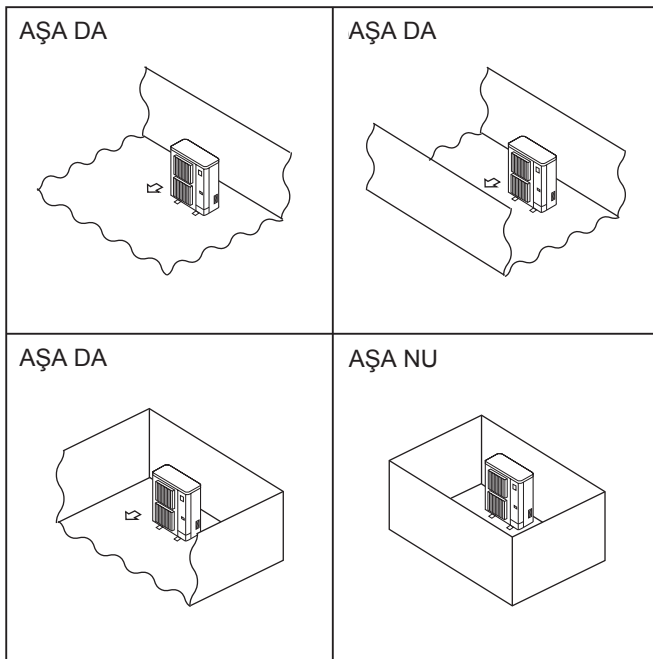

Fig. 2-1
- ⊙ Instalați unitățile exterioare într-o zonă unde cel puțin una dintre cele patru părți laterale este deschisă și într-un spațiu suficient de mare, fără denivelări. (Fig. 2-1)